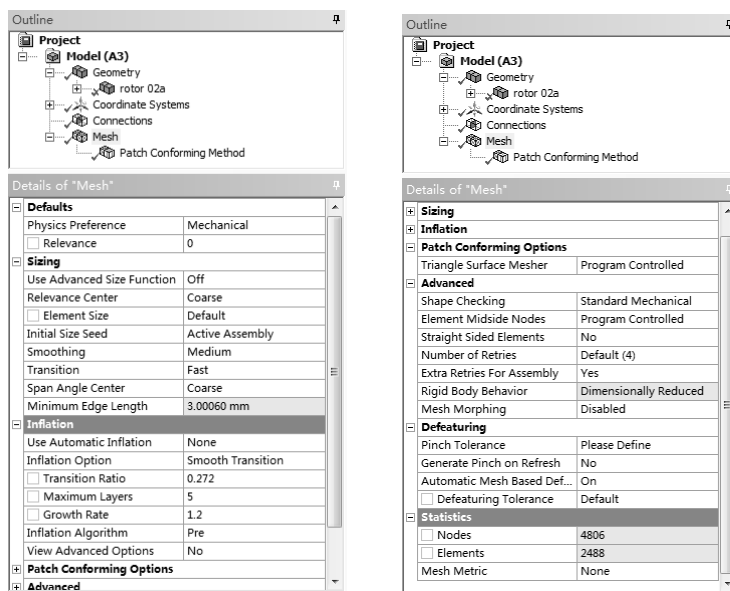

图 3-36 【Mesh】详细设置窗口
(5) 【Mesh】详细设置窗口 单击分析树 Outline 中的【Mesh】图标, 显示【Details of “Mesh”】窗口, 如图 3-36 所示。